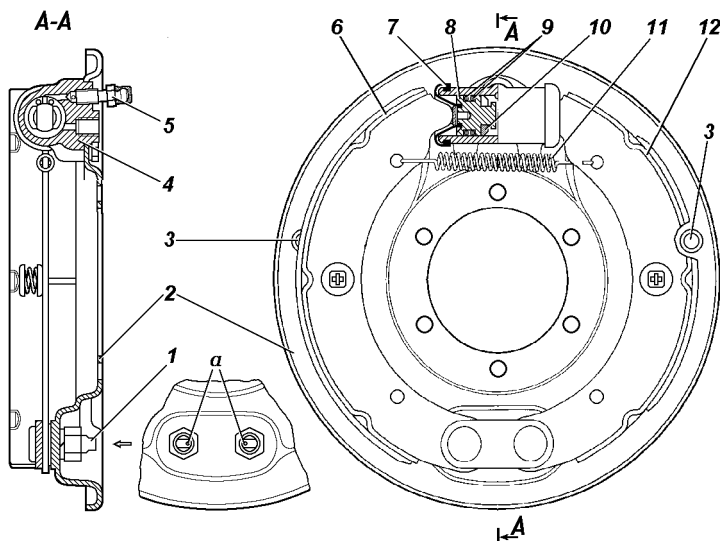

Рис. 9.39. Тормоз заднего колеса:
**Барабанный тормоз задних колес (рис. 9.39).** Периодически снимайте тормозные барабаны и очищайте детали тормозов от пыли и грязи. Периодичность этой операции зависит от условий эксплуатации автомобиля. В летнее время и при езде по грязным дорогам чистка должна проводиться чаще, зимой - реже.